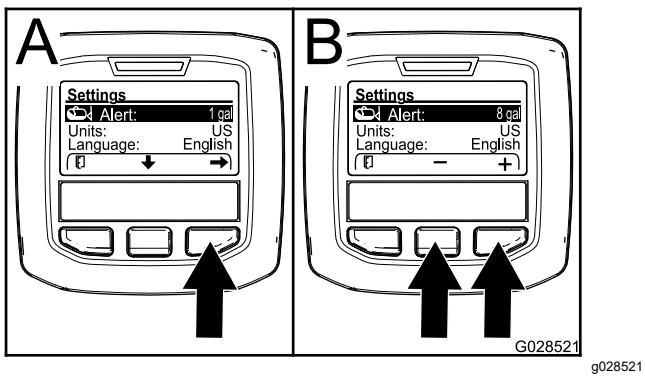

Bild 69
2. Drücken Sie die mittlere Auswahltaste, um die Warneinstellung zu markieren (Bild 69).
3. Drücken Sie die rechte Auswahltaste (Bild 69).
an, bei der die Warnung beim Sprühen angezeigt wird (Bild 69).